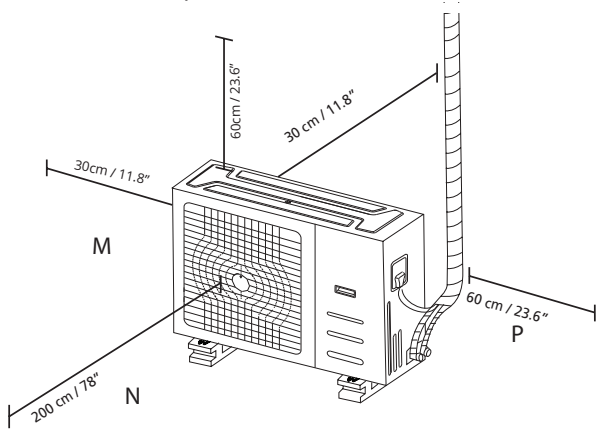

Abb. 5.10
**HINWEIS:** Der minimale Abstand zwischen Außeneinheit und Wänden, wie in der Installationsanleitung beschrieben, gilt nicht für luftdicht verschlossene Räume. Sorgen Sie dafür, dass das Gerät in mindestens zwei der drei Richtungen (M, N, P) frei von Hindernissen bleibt (Siehe Abb. 5.10)